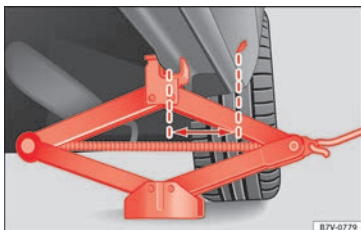

Abb. 70 Wagenheber hinten an der linken Fahrzeugseite angesetzt.
meplätze befinden sich an Stegen, die **hinter** den vorderen Kanten liegen » **Abb. 70**. Es gilt der Aufnahmeplatz, der sich bei dem jeweiligen Rad befindet » **△**.
8. Sicherstellen, dass der Wagenheberfuß mit der ganzen Fläche sicher auf dem Boden steht und sich der Wagenheberfuß genau unter dem Ansetzpunkt » **Abb. 70** befindet.
9. Den Wagenheber ausrichten und gleichzeitig die Wagenheberklaue weiter hochkurbeln, bis die Klaue den Steg unter dem Fahrzeug » **Abb. 70** umfasst.
- Wagenheber nur an den beschriebenen Stellen ansetzen. Die Klaue des Wagenhebers muss den Steg des Unterholms sicher umfassen »» Abb. 70.